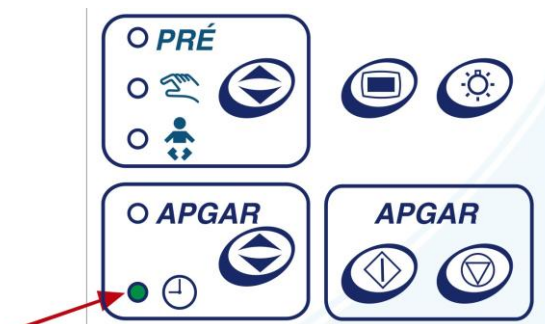

Figura 84 – Seleção Apgar
- 1 - Configure o tempo para alarme desejado no menu Tempo, conforme *item 6.2.8.3 - Menu*.
- 2 - Selecione o Tempo através da tecla SELEÇÃO APGAR/TEMPO, o led indicativo do Tempo deverá estar verde, conforme figura 84, e deverá estar mostrando TEMPO no display, conforme figuras 85 e 86.